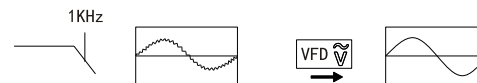

图6
- 4) 在交流电压档，按SELECT选择VFD低通滤波功能，可测量由逆变器和变频器电机产生的复合正弦信号，如下(图6)所示。